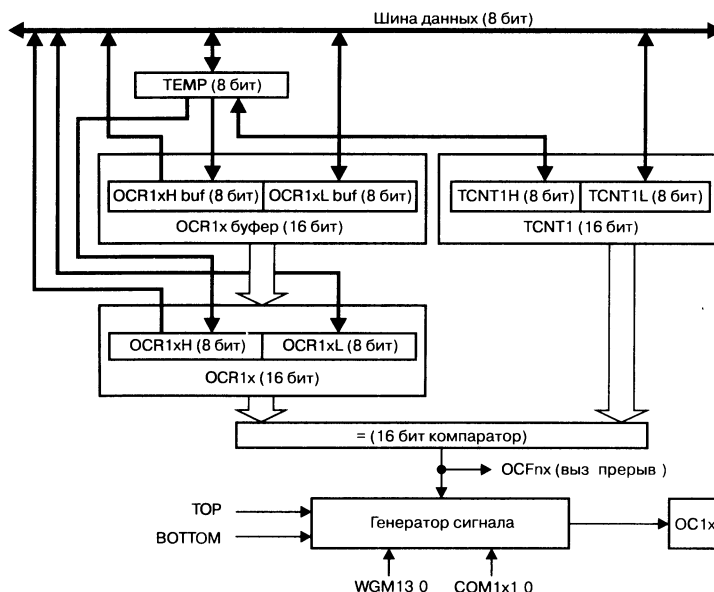

Рис. 6.32. Модуль совпадения, блок-схема
**Особенностью модуля сравнения** является возможность программно задавать верхнее значение (TOP) таймера/счетчика. То есть менять его коэффициент пересчета. Кроме коэффициента пересчета, значение TOP определяет период выходного сигнала. На рис. 6.32 показана блок-схема модуля совпадения.